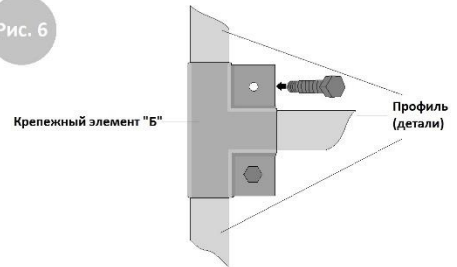

Рис. 7
- В правом и левом нижних углах на стойках №55 в 0,5-1 см выше крепежного элемента «А» **РИС.7**;